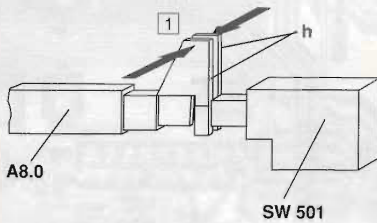

Abb. 17
9. Netzaste A8.0 (Tastenschieber) aushängen (Abb. 17)